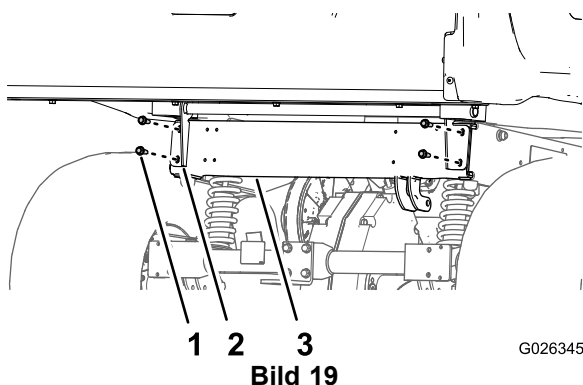

Bild 19
die Staubox im hinteren Rahmenkanal ausgefluchtet sind (Bild 19).
8. Befestigen Sie die Schwenkhalterungen mit den vier Bundkopfschrauben (3/8" x 1"), die Sie in Schritt 8 von Maschinen mit einem manuellen Stauboxhub (Seite 3) entfernt haben, am hinteren Rahmenkanal, siehe Bild 19.
3. Senken Sie die Staubox vorsichtig ab, bis die Löcher in der Schwenkhalterung mit den Befestigungslöchern für die Staubox im hinteren Rahmenkanal ausgefluchtet sind (Bild 19).
von Maschinen mit einem elektrischen Stauboxhub (Seite 5) entfernt haben, am hinteren Rahmenkanal, siehe Bild 19.